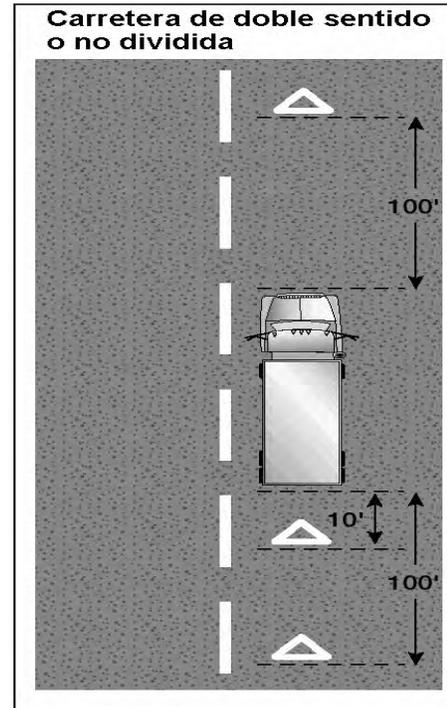

Figura 2.9
- Si usted tiene que parar en una carretera de doble sentido con tráfico en ambas direcciones o en una carretera no dividida, coloque los dispositivos de advertencia dentro de 10 pies de las esquinas delanteras o traseras para marcar donde está ubicado el vehículo y 100 pies detrás y delante del vehículo, en la orilla de la carretera o en el carril en el que usted se detuvo. Vea la figura 2.9.